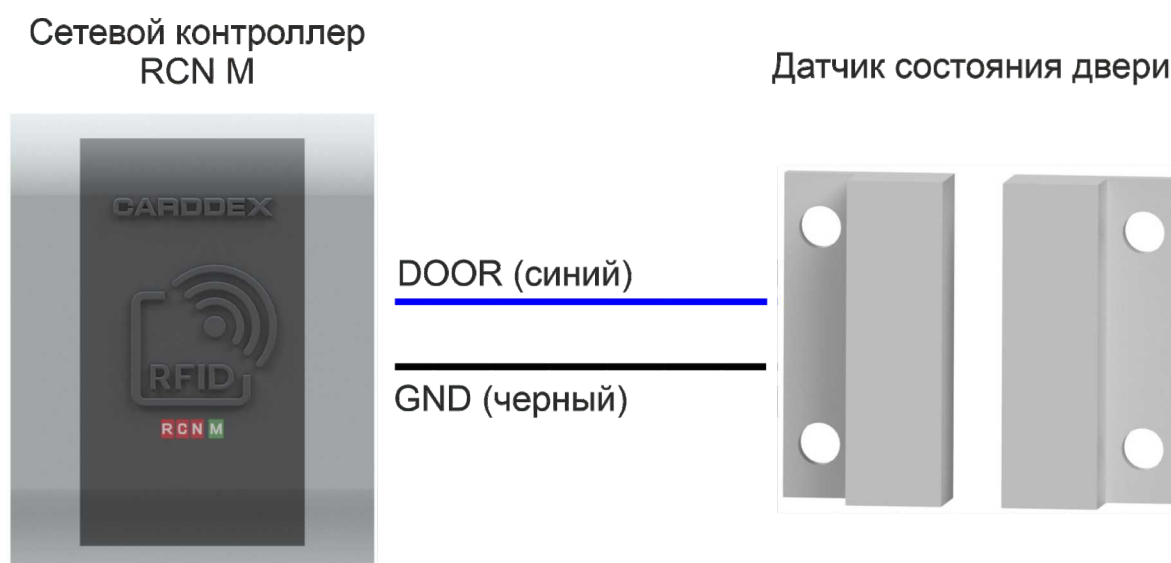

Рисунок 4.3 Подключение датчика состояния двери
3. Датчик состояния двери регистрирует факт прохода пользователя через точку доступа. Поступление сигнала «дверь закрыта» досрочно блокирует проход до истечения временного интервала открытого состояния замка (Рисунок 4.3 и 4.4).